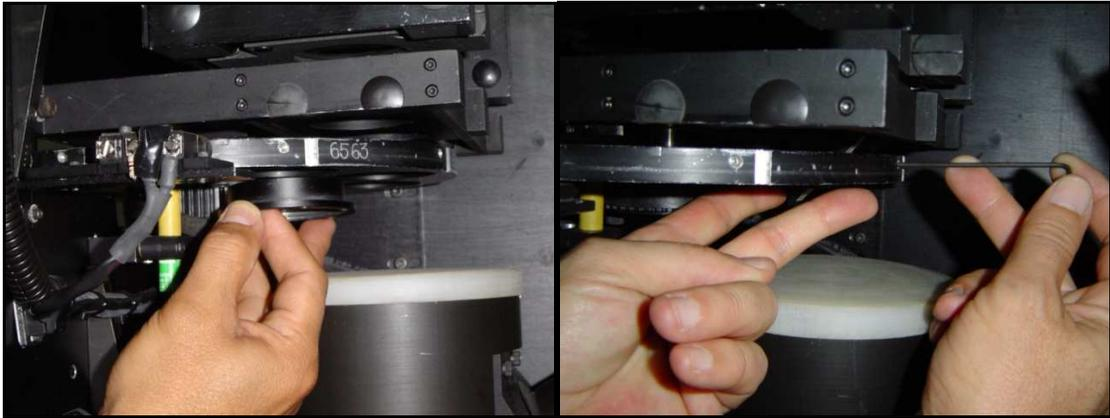

Figura 17. *Instalación de la regleta de enfoque.*
4. Coloque la regleta en el hueco de la posición 0 desde abajo fijándola con el prisionero dispuesto en la rueda de filtros para cada filtro. La regleta deberá estar orientada en dirección de la persona que la instala, de esta manera las líneas de la regleta se verán verticales desde el obturador (figura 17).